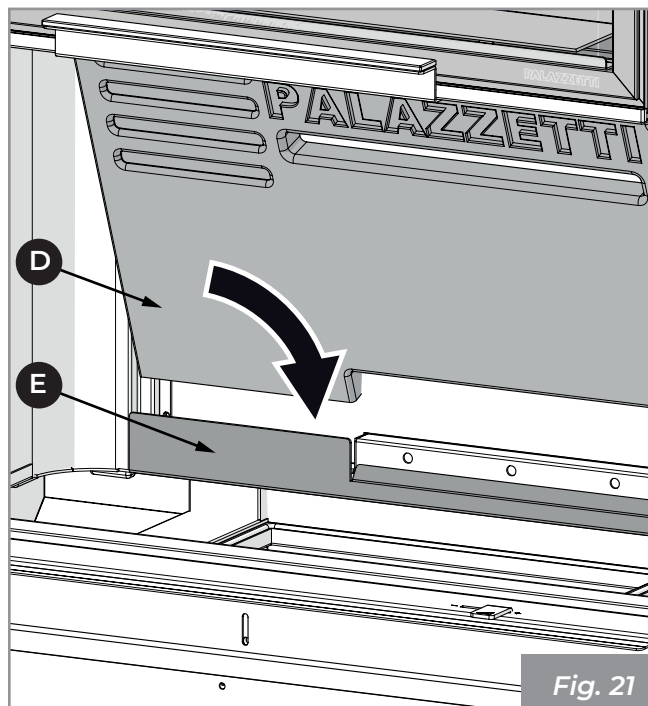

Fig. 21
- 4) Positionner le panneau arrière en réfractaire (D) derrière le support (E) et vérifier que les trous de sortie de la post-combustion soient centrés avec la fente située sur le panneau (Fig. 21).